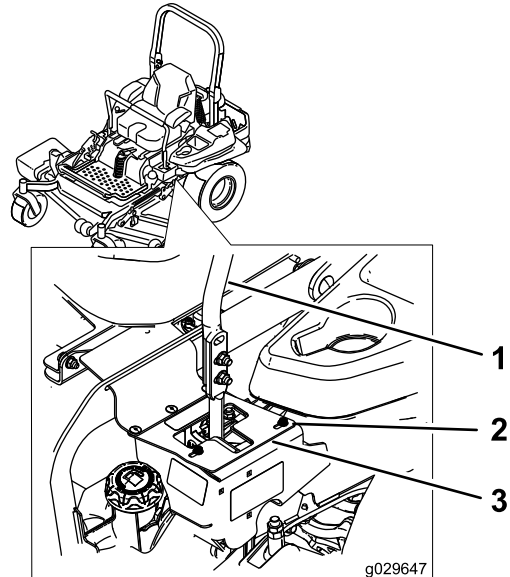

Figure 68
- Si elle se déporte à droite, desserrez les boulons et déplacez la plaque de butée gauche en arrière sur la fente en T gauche, jusqu'à ce que la machine se déplace en ligne droite (Figure 68).
- Si elle se déporte à gauche, desserrez les boulons et déplacez la plaque de butée droite en arrière sur la fente en T droite, jusqu'à ce que la machine se déplace en ligne droite (Figure 68).
- Serrez les boulons de la plaque (Figure 68).